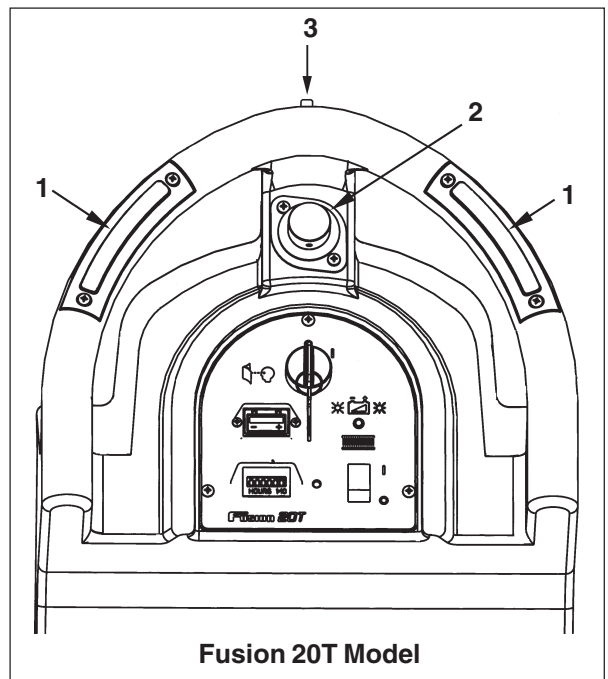

Figura 2
6. Gire el selector de velocidades hasta la posición máxima (modelo 20T sólo). Véase figura 2 (2).
7. **Fusion 20T** (ver figura 2) - Mientras acciona el interruptor de marcha atrás (3), accione al mismo tiempo la almohadilla / interruptor de desplazamiento (1) de la izquierda o la derecha.